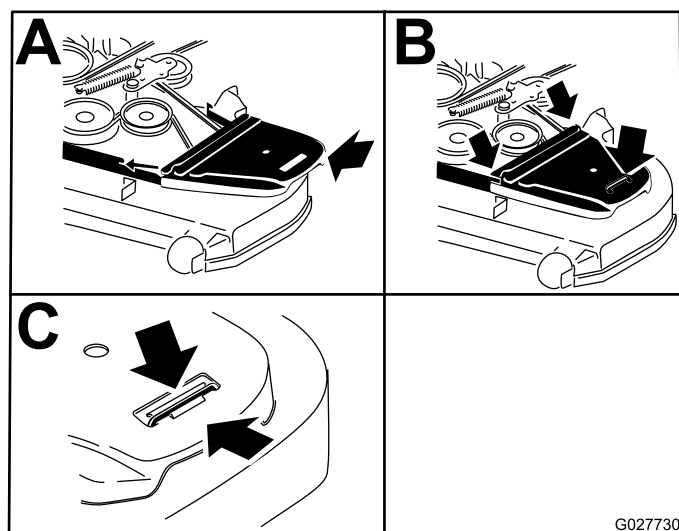

Figure 64
15. Reposez les protège-courroies (Figure 64).